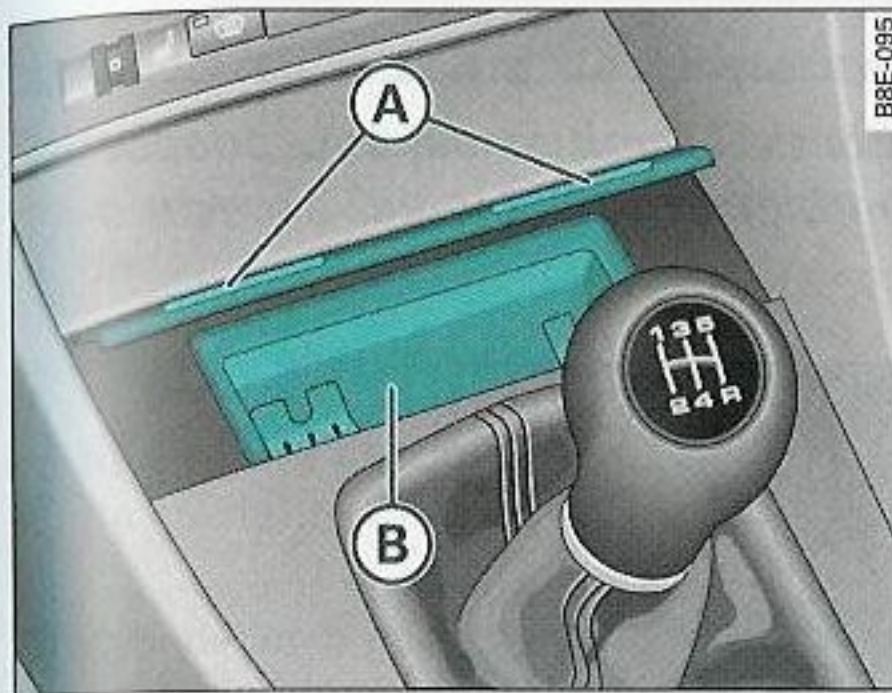

Fig. 114 Consola central: Cenicero abierto
- Presione brevemente sobre la moldura frontal del cenicero (A) ⇒ fig. 114.
- Agarre la carcasa del cenicero (B) ⇒ fig. 114 por sus concavidades laterales y extráigala hacia arriba.